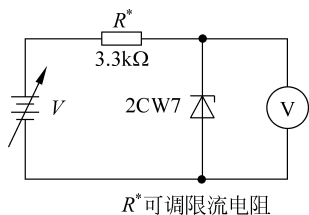

图 3-18 测试稳压管稳压值的实验电路
- ① 根据稳压管的型号查阅手册得知。
- ② 在 WQ4830 型晶体管特性图示仪上测出其伏安特性曲线获得。
- ③ 通过一个简单的实验电路测得,实验电路如图 3-18 所示。